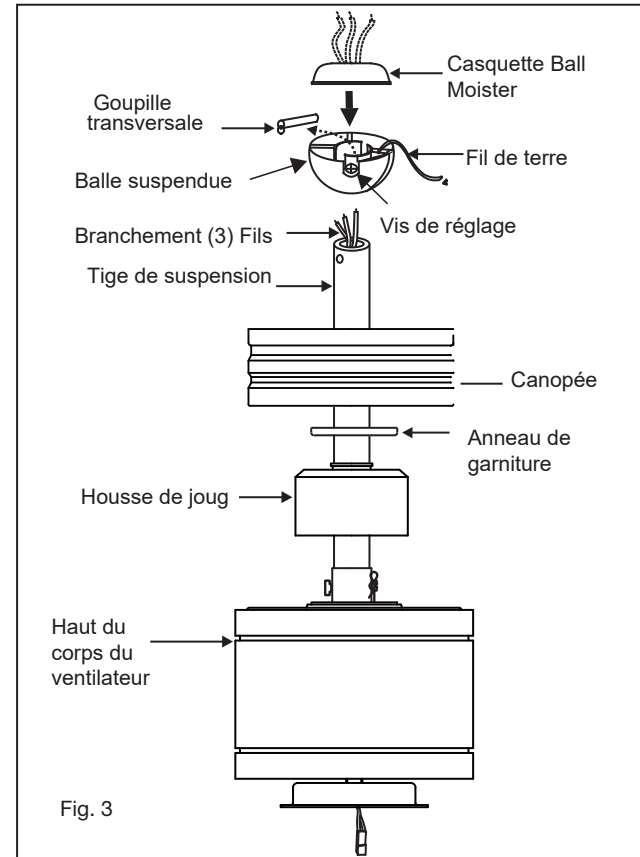

Fig. 3
- 6** Glissez le couvercle de l'étrier, l'anneau de garniture et la verrière sur la tige de suspension. (Fig.3)
- 8** Faites passer les fils à travers les trous du capuchon d'humidité de la balle en caoutchouc et faites glisser le capuchon vers le bas sur le dessus de la balle. (Fig.3)
- 1 Retirez la plaque murale existante et l'ancien interrupteur de la boîte de prise murale. (Fig. 3)